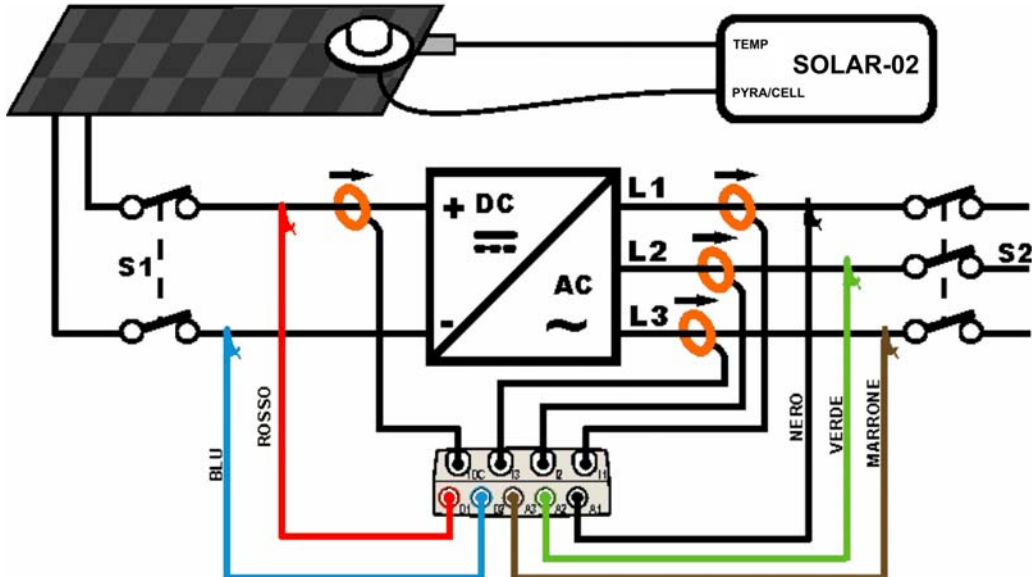

Fig. 163: Collegamento dello strumento in un sistema FV-3 con SOLAR-02
3. Collegare gli ingressi **D1** e **D2** rispettivamente ai poli positivo e negativo di uscita della stringa. Collegare gli ingressi **A1**, **A2**, **A3** ai conduttori di Fase rispettando i colori come mostrato in Fig. 163
4. Collegare le pinze AC sui conduttore di Fase L1, L2, L3 **rispettando il verso della freccia** presente sulle pinze stesse come indicato in Fig. 163. Collegare l'uscita delle pinze rispettivamente agli ingressi **I1**, **I2**, **I3** dello strumento